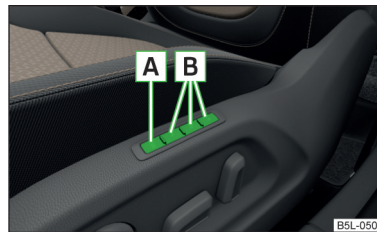

Fig. 42
La función Memory para el asiento del conductor ofrece la posibilidad de memorizar la posición del asiento del conductor y de los espejos retrovisores exteriores. Puede asignarse una posición de ajuste a cada una de las tres teclas de memoria  » fig. 42.
- Pulse la tecla **SET** **A** » fig. 42.
- Pulse la tecla de memoria deseada **B** » fig. 42.
- Pulse la tecla de memoria deseada **B** » fig. 42 durante un lapso prolongado.
- Pulse y mantenga pulsada una tecla cualquiera de la memoria **B** » fig. 42 de la página 67. Una vez de que el asiento haya adoptado la posición guardada en la tecla correspondiente, pulse simultáneamente la tecla **⏻** de la llave con el mando a distancia en el lapso de los 10 segundos siguientes. ►
- Pulse la tecla **[SET]** **[A]** » fig. 42 de la página 67 y manténgala pulsada. Pulse simultáneamente la tecla **[🔑]** en la llave con mando a distancia en un lapso de 10 segundos.